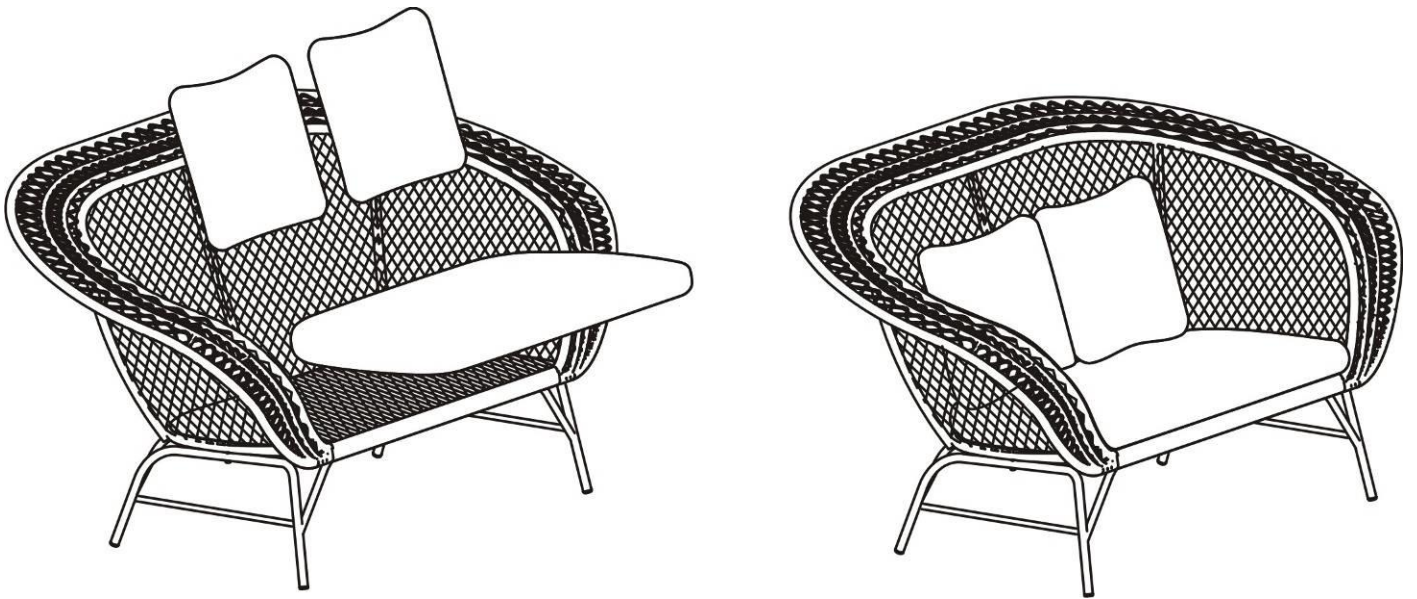

Figure 3
2. Grip the Sofa firmly and turn it upright. Put the Seat Cushion (I) and Back Pillows (H) on it as shown in Figure 3. Assembly is complete.
2. Saisir fermement le sofa et le retourner. Placer le coussin de siège (I) et les coussins de dos (H) dessus comme illustré dans la Figure 3. L'assemblage est terminé.